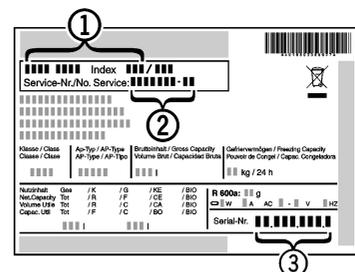

Fig. 6
- ▶ Gerätebezeichnung Fig. 6 (1), Service-Nr. Fig. 6 (2) und FN-Nr. Fig. 6 (3) vom Typenschild ablesen. Das Typenschild befindet sich an der linken Geräteinnenseite.
- ▶ Den Kundendienst benachrichtigen und den Fehler, Gerätebezeichnung Fig. 6 (1), Service-Nr. Fig. 6 (2) und FN-Nr. Fig. 6 (3) mitteilen.